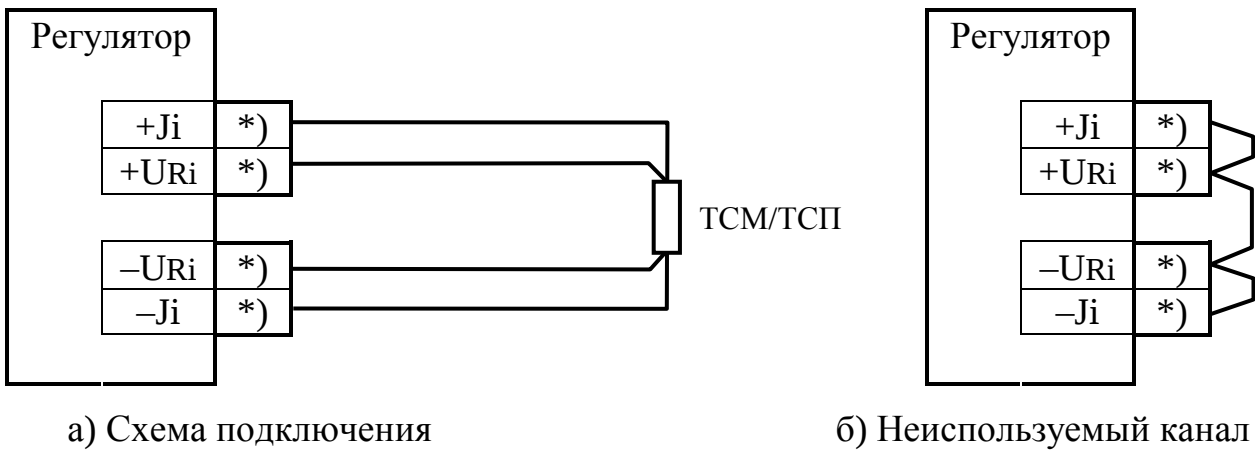

Рисунок 3.1 – Схема подключения ТСМ, ТСП
3.1.3 Подключение ТСМ и ТСП к регулятору выполняют по четырехпроводной схеме (рис. 3.1, а). Соединение цепи $+J_i$ с цепью $+U_{ri}$ и цепи $-J_i$ с цепью $-U_{ri}$ осуществляется в точке подключения данных цепей к ТСМ/ТСП. На свободных (не используемых) ИК сопротивления замкнуть накоротко цепи $+J_i$, $-J_i$, $+U_{ri}$, $-U_{ri}$, как показано на рисунке 3.1, б. Общее сопротивление всех подключаемых к одному прибору ТСМ и ТСП не должно превышать 4000 Ом во всем рабочем диапазоне измеряемых температур.